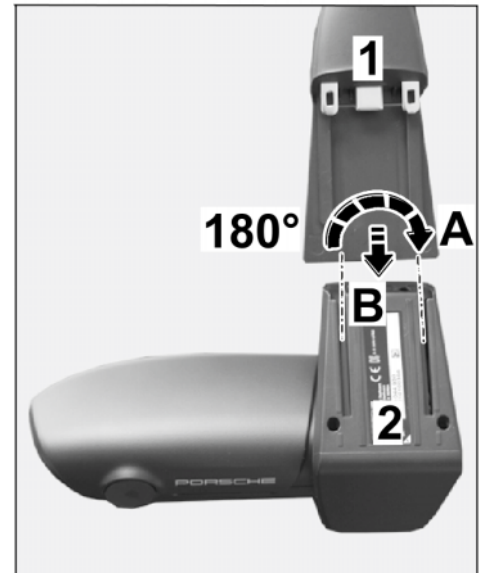

Bild 7
- 2.1.1 Halteplatte mit Leitungssatz auf Fuß Frontkamera stecken bis Verriegelung einrastet (⇒ Bild 7).